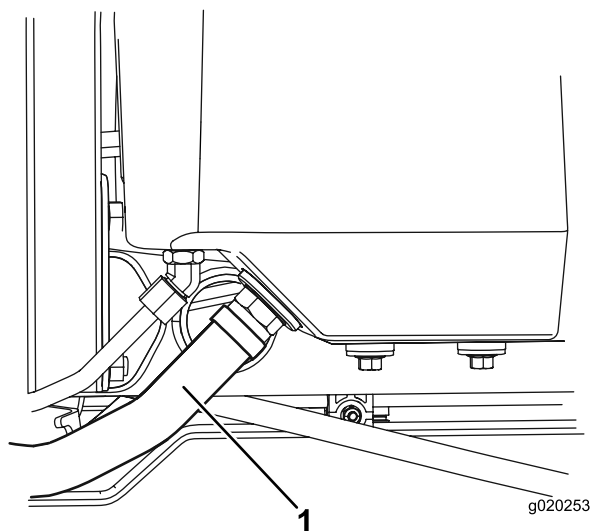

Figura 63
2. Scollegate il flessibile idraulico grande (Figura 63) dal serbatoio e lasciate fuoriuscire il fluido idraulico nella bacinella. Quando il fluido idraulico cessa di defluire, montate il flessibile idraulico.